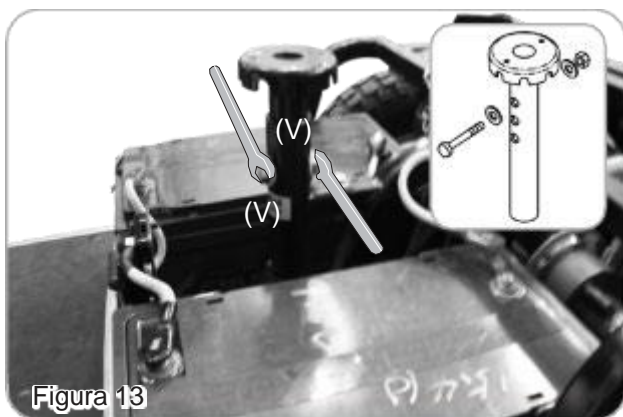

Figura 13
2. Rimuovere la vite, il dado e la rondella dal piantone del sedile (V). Figura 13
3. Regolare il piantone del sedile (V) all'altezza desiderata e fissarlo saldamente tramite la vite, il dado e le rondelle. Figura 13